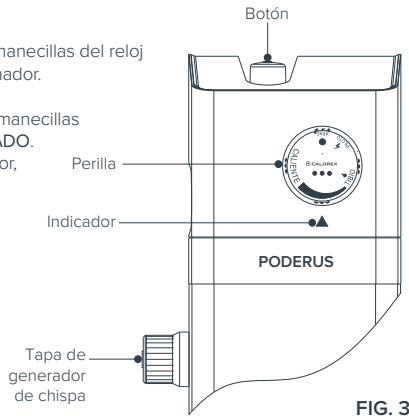

FIG. 3
1. Localice el módulo generador de chispa que se encuentra debajo del termostato (**ver Fig. 3**).
1. Localice en el termostato la perilla (**ver Fig. 3**) y gírela en sentido de las manecillas del reloj hasta que el indicador (que se ubica en la parte inferior de la perilla) coincida con la posición **APAGADO** y espere 5 minutos.